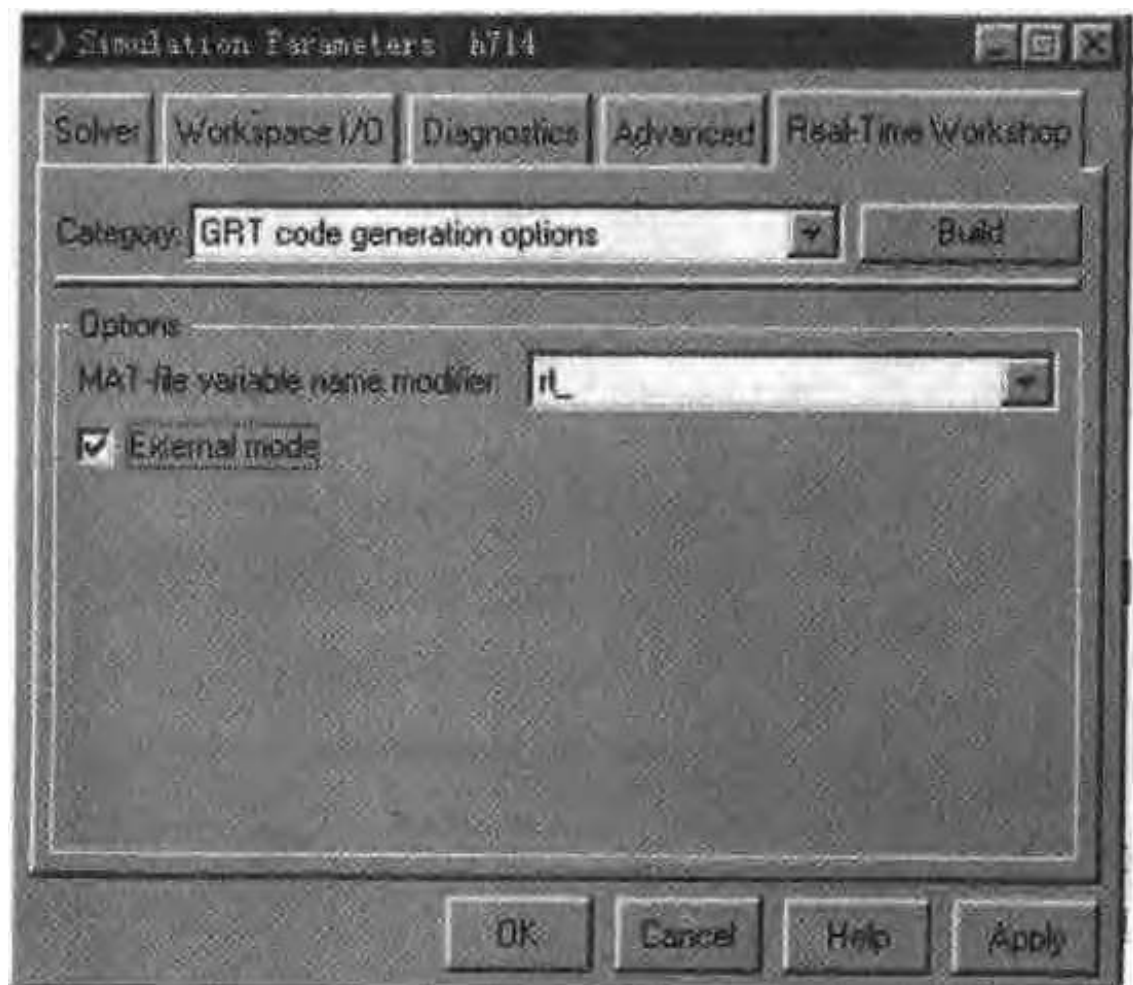

图 9-18 设置 GRT 代码生成选项
(5)从 Category 菜单选择 GRT code generation options 选项,并在相应出现的选项面板里选中 External mode 检查框,如图 9-18 所示,这样 RTW 就会生成支持外部模式的代码。